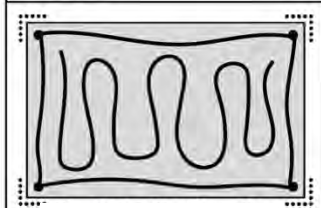

Fig. 2 Lado posterior
3. Remove and apply sealant to the back side of the tile as required. (Fig. 2)
3. Levántela y póngale un pegamento al lado posterior de la baldosa como sea necesario. (Fig. 2) **NOTA:** Use el pegamento según las instrucciones del fabricante.